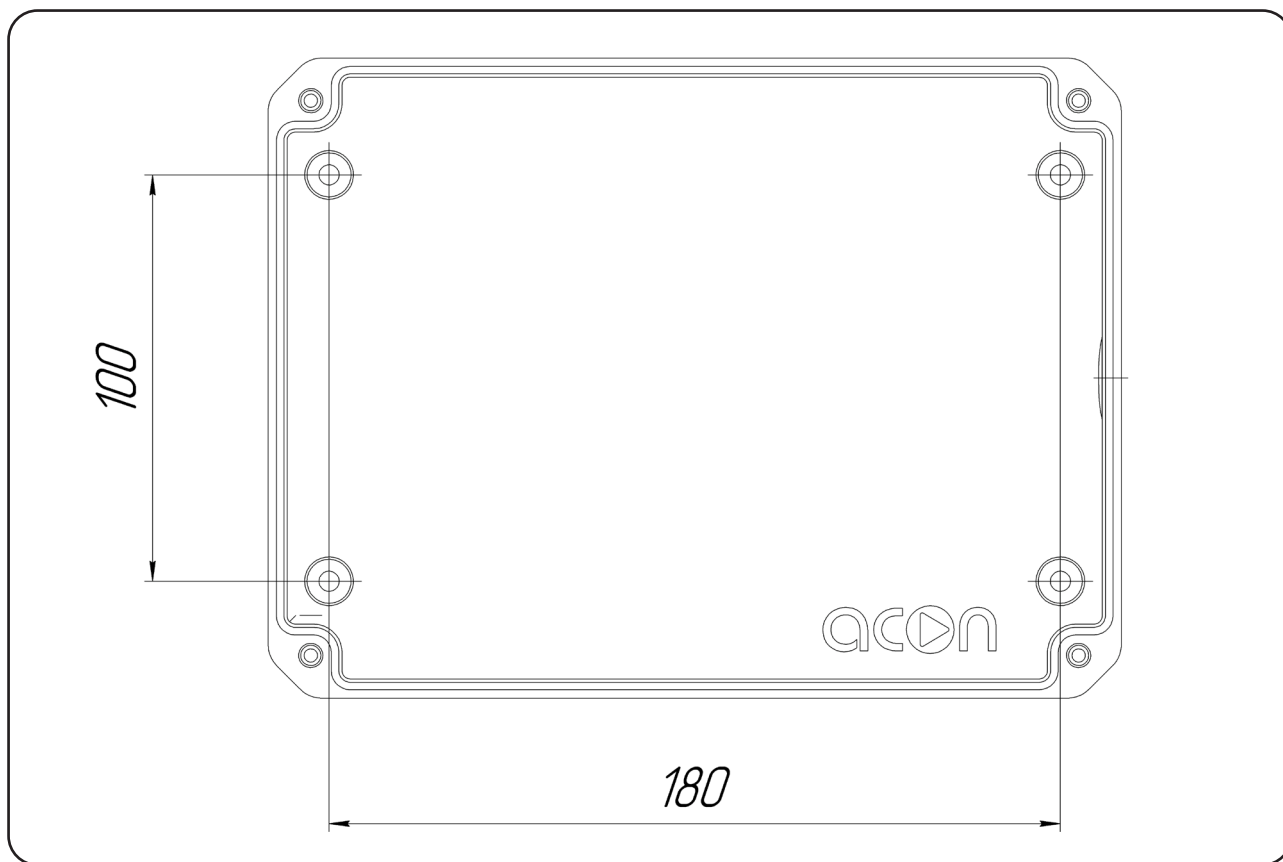

Рисунок 3. Нижняя крышка ПУ.
- 4) Определившись с местом монтажа ПУ, необходимо разметить места для сверления отверстий (ПУ поставляется с двумя готовыми отверстиями для монтажа, однако предусмотрено место для сверления еще двух отверстий) (см. Рис.3).